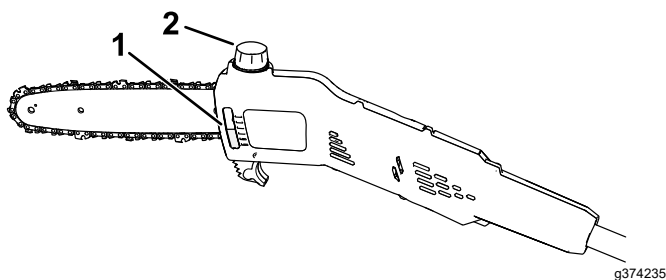

Figura 15
2. Verifique o nível de óleo na janela. Se o óleo não encher a janela, adicione óleo da barra e corrente como necessário (Figura 15).
4. Limpe a zona em torno da tampa do óleo (Figura 15).
5. Retire a tampa e deite óleo da barra e da corrente no podador até o óleo encher o depósito (Figura 15).